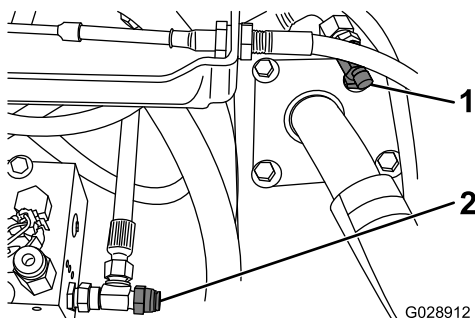

Figure 1
3. Sur l'arrière du bloc du plateau de coupe, débranchez le flexible de vidange de 3/8 po et placez l'obturbateur dans l'ouverture (Figure 1).
6. Posez le raccord en T de 1/4 po (Figure 1).